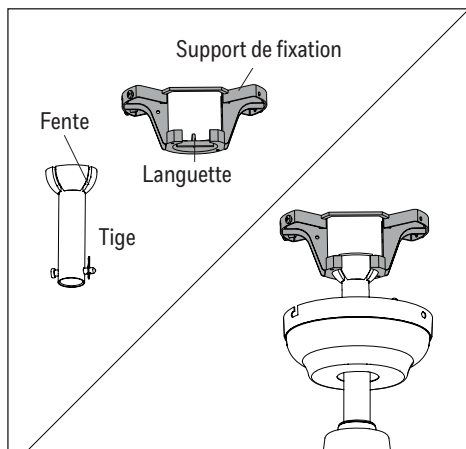

Figure 3.1
1. Insérez l'extrémité sphérique de la tige dans l'ouverture du support de fixation. Faites tourner le ventilateur dans le support de fixation jusqu'à ce qu'une fente de l'extrémité sphérique de la tige s'insère dans la languette du support de fixation (Figure 3.1).